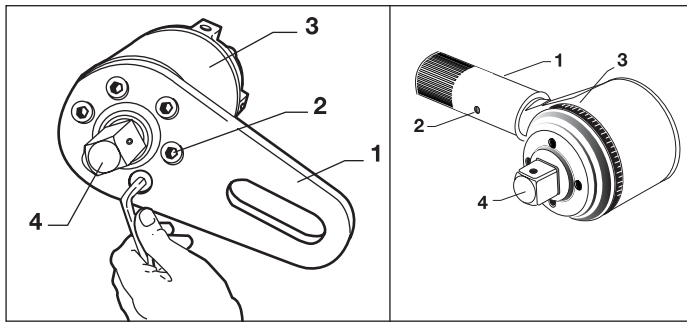

Fig. 1, Cambio de la placa de reacción
ADVERTENCIA: No sostener la barra de reacción o la placa de reacción del multiplicador de par (Fig. 1, elemento 1) al aplicar el par. La curvatura normal del multiplicador podría crear una punta de espolón.
ADVERTENCIA: Antes de CADA uso, comprobar la placa/barra de reacción que sostiene los tornillos para garantizar de que están ajustados (Fig. 1, elemento 2).
ADVERTENCIA: Antes de CADA uso, inspeccionar el portaherramientas de mango cuadrado de salida (Fig. 1, elemento 4) para detectar signos visibles de fatiga o fractura. Reemplazar si es preciso.
Un portaherramienta de mango cuadrado de salida de deslizamiento controlado (Fig. 1, elemento 4) protege los componentes internos en caso de que se exceda la capacidad de salida máxima. Esta característica de protección contra sobrecarga puede hacer que el portaherramienta se fracture cuando la salida excede un 103% a un 110% de la capacidad de salida nominal. Se incluye un portaherramienta de repuesto con el multiplicador de par (E391, E392, E393, E492, E493, E494, E495). (Solicitar repuestos adicionales a su distribuidor Enerpac).
3. Acoplar el zócalo hembra del portaherramienta de mango cuadrado del tamaño adecuado al portaherramienta de mango cuadrado de salida del multiplicador de par (Fig. 1, elemento 4). Posicionar el zócalo y el multiplicador de par en el elemento de sujeción para ajustarlos.